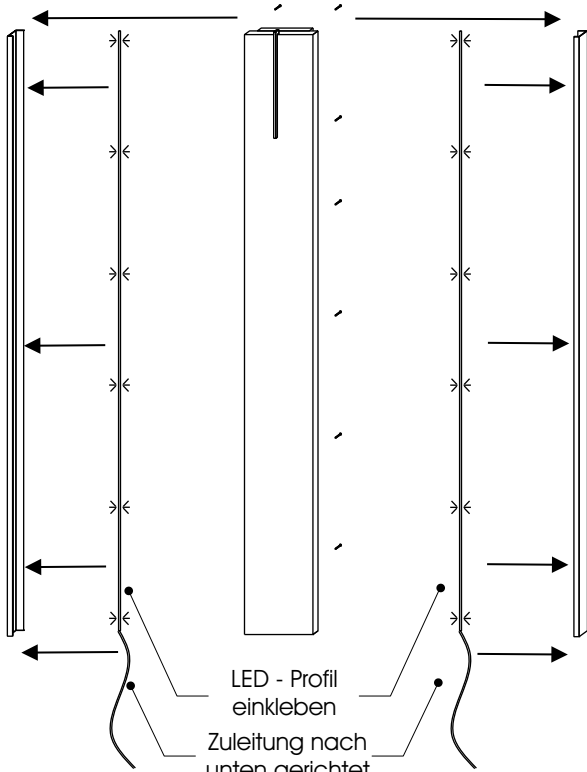

Abb. 1
- Falls Sie eine Beleuchtung (optional) bestellt haben, demontieren Sie zunächst die seitlichen Alu - Profile. Hierzu lösen Sie von der Rückseite des Paneels die Schrauben und kleben anschließend das Beleuchtungsprofil, wie in Abb. 1 / 2 dargestellt in das Profil ein. Achten Sie darauf, dass die Zuleitungen der Beleuchtungen nach unten gerichtet sind.